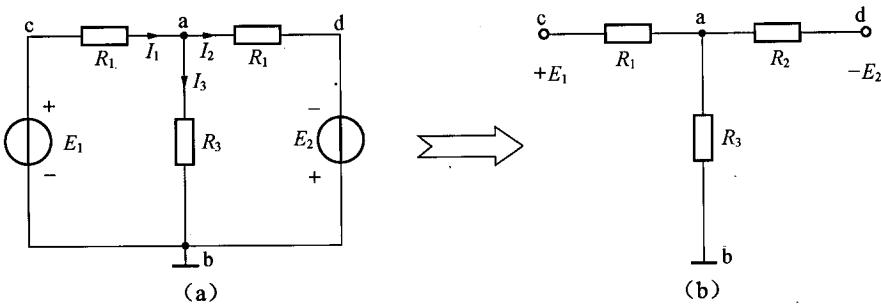

图 1-9 电路的电位表示法
电位是一个相对的物理量，它的大小和极性与所选取的参考点有关。参考点的电位为 0，故也称为零电位点，用符号“ \perp ”表示，如图 1-9 (a)。参考点的选取是任意的，但通常取多个支路的交汇点或接地点。可见参考点的位置不同，电路中各点的电位也不同。电路中 a 点到 b 点的电压就等于 a 点与 b 点的电位之差，即：
可见，电压是一个绝对的物理量，与参考点的选取无关。电子电路中，为了简化电路图，常采用电位标注法，如图 1-9 (b) 所示。
【例 1.1】 如图 1-9(a)所示, $E_1 = 12\text{ (V)}$, $E_2 = 3\text{ (V)}$, $R_1 = R_2 = R_3 = 3\text{ (\Omega)}$, $I_1 = 3\text{ (A)}$, $I_2 = 2\text{ (A)}$, $I_3 = 1\text{ (A)}$, 以 a 点和 b 点为参考点, 分别求 V_a , V_b , V_c , V_d 及 U_{ab} , U_{ad} 和 U_{ca} 。